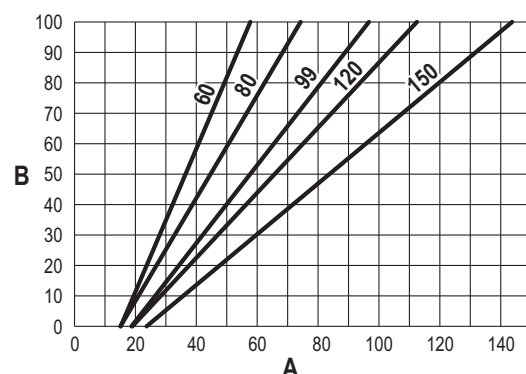

fig. 59
- Pulse las **teclas contextuales 1 y 2** para aumentar o disminuir la capacidad térmica (mínima = 00 - máxima = 100). Vea el diagrama "Regulación de la capacidad térmica" (fig. 59).